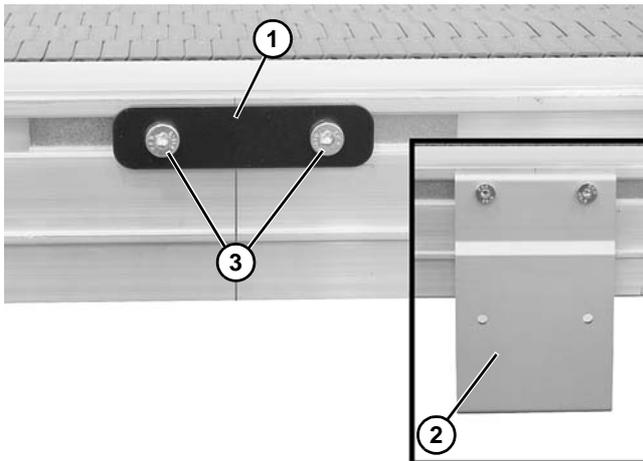

Abbildung 6
2. Förderbandteile zusammenfügen und Verbindungshalterungen (**Abbildung 6, Teil 1**) oder Verbindungs-/Montagehalterungen (**Abbildung 6, Teil 2**) und Schrauben (**Abbildung 6, Teil 3**) auf beiden Seiten wie gezeigt installieren.
3. Schraube (**Abbildung 6, Teil 3**) auf beiden Seiten des Förderbands auf 7 Nm festziehen.